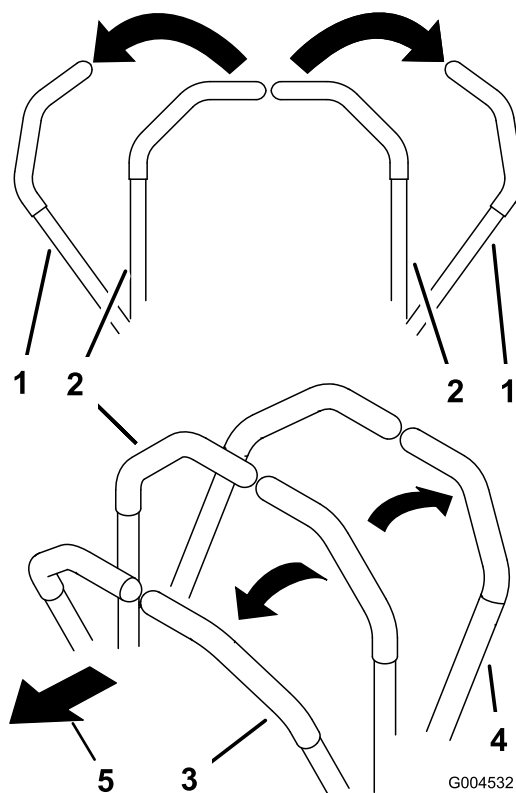
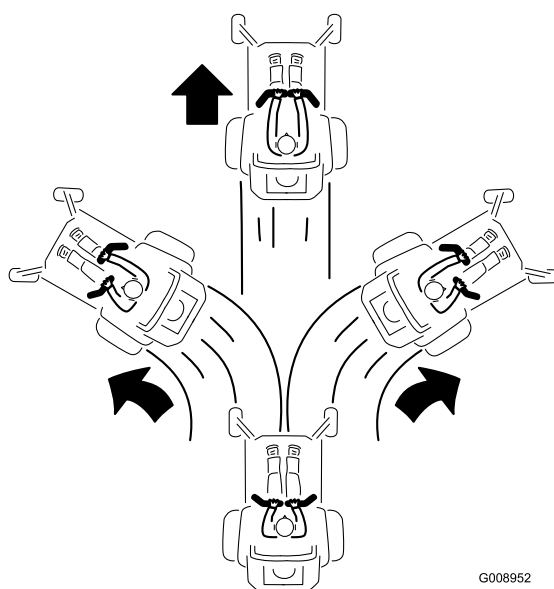

Figura 16
Figura 18
2. Per fare marcia avanti spingete lentamente in avanti le leve di controllo del movimento (Figura 16 e Figura 18).
Per spostarvi in linea retta, applicate una pressione identica su entrambe le leve di controllo del movimento (Figura 16 e Figura 18).
Per girare, rilasciate la pressione sulla leva di controllo del movimento verso la direzione in cui volete voltare (Figura 16 e Figura 18).